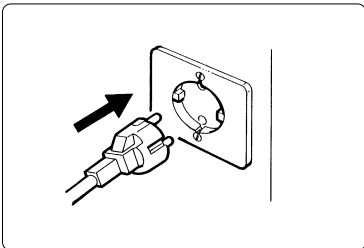

Fig. 5
- c) Introduisez la fiche dans la prise de courant (voir la fig. 5).